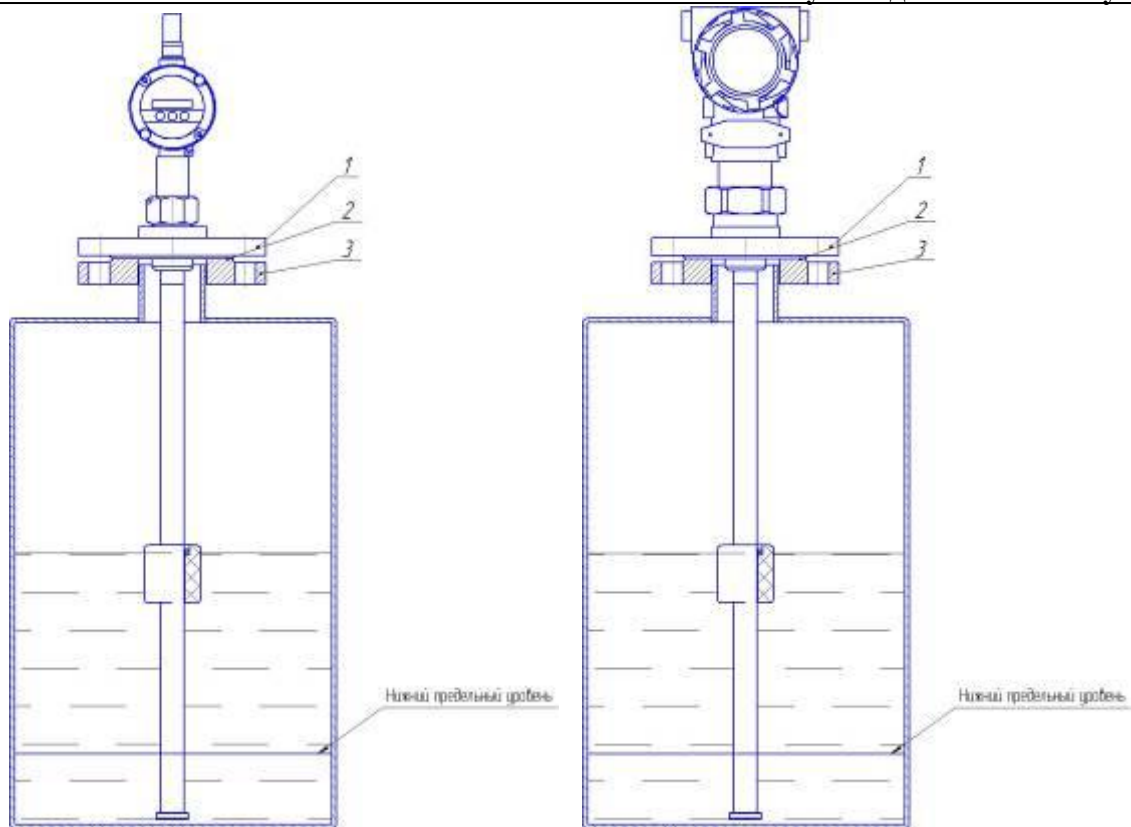

Рисунок 2. Монтаж уровнемера
2.4.5 При установке уровнемера (рисунок 2) устанавливается ПП (поз.1) и крепится шпильками М16. Для обеспечения герметичности соединения с ответным фланцем (поз.3) емкости используется уплотнительная прокладка (поз.2). В гильзу устанавливается уровнемер.